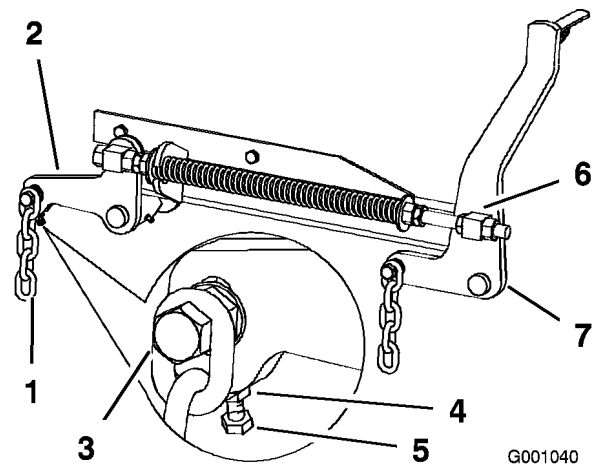

Bild 72
- Wenn die Werte an den Stellen **B** oder **C** falsch sind, lösen Sie die Schraube, mit der die hintere Kette am hinteren Stützarm befestigt ist (Bild 72).
- Lösen Sie die Klemmmutter unter dem hinteren Stützarm und stellen Sie die Einstellschraube so ein, dass Sie einen Wert von 79 bis 83 mm erhalten (Bild 72).
7. Lösen Sie die Klemmmuttern der vorderen Drehzapfen, vorne am rechten und linken Drehzapfen, um ungefähr 13 mm (Bild 72).
8. Stellen Sie die Hubmutter auf der linken und rechten Seite der Maschine ein, um einen Wert zu erzielen, der vorne an Stelle **A** um 6 bis 10 mm niedriger ist als hinten an Stelle **B** (Bild 72).